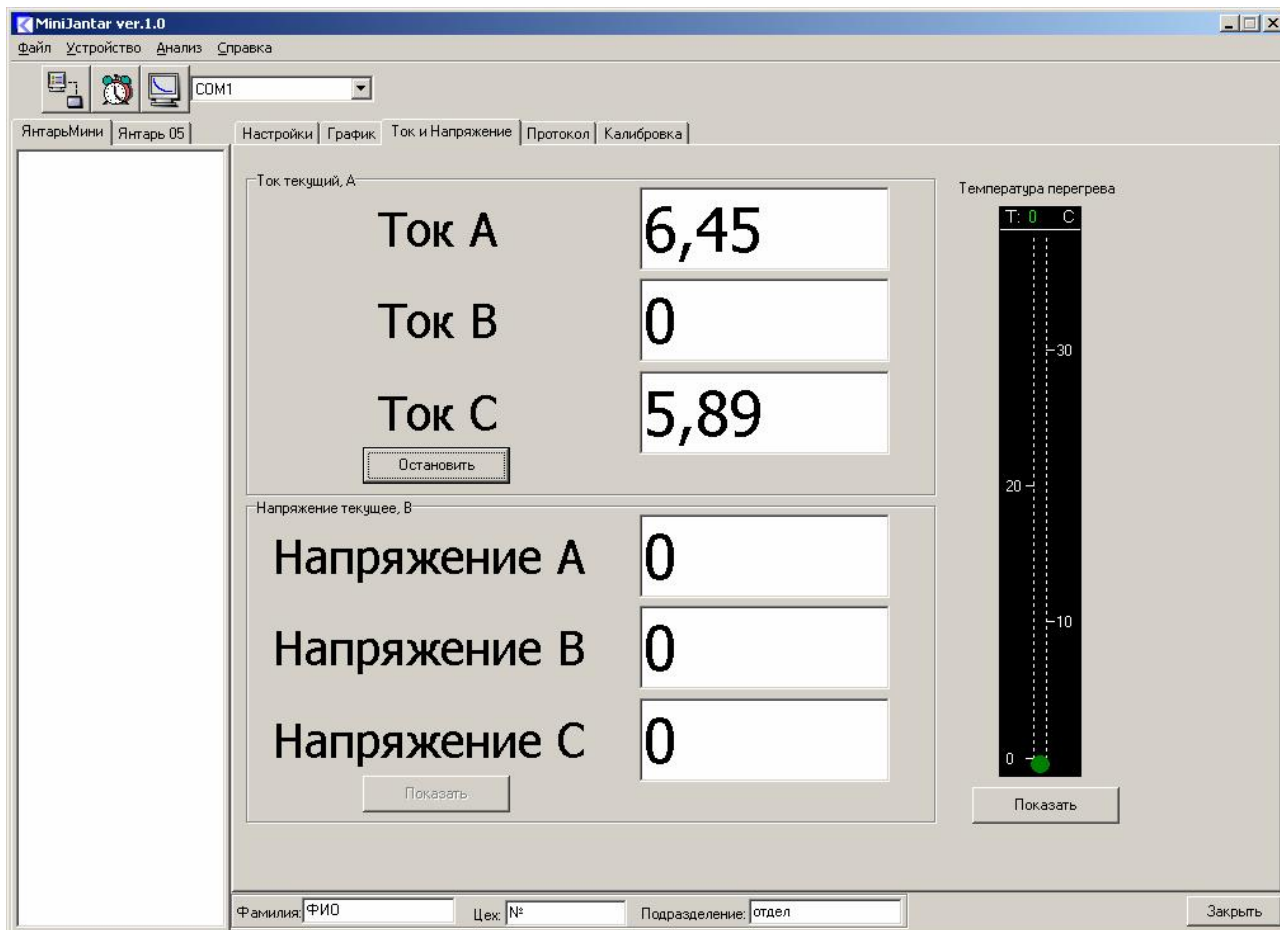

Рис. 4 Окно просмотра текущих значений фазных токов и температуры обмоток (контроль тока по фазам А и С)
2.3.2 Контроль текущих значений фазных токов, а также расчетной температуры обмоток электроустановки (если включена функция защиты по перегреву (МТЗ с ТВЗ)) контролируется с помощью пульта управления и индикации или с помощью сервисной программы (рис. 4).